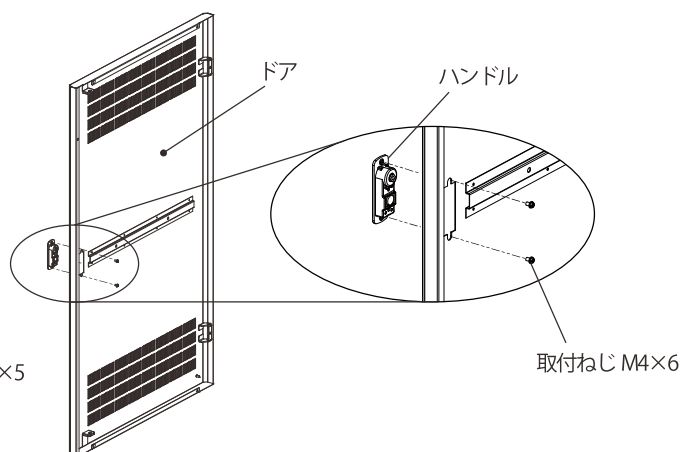

図 11
9. ドアからハンドルの取付ねじM4×6(2か所)を取り外してください。(図 11)